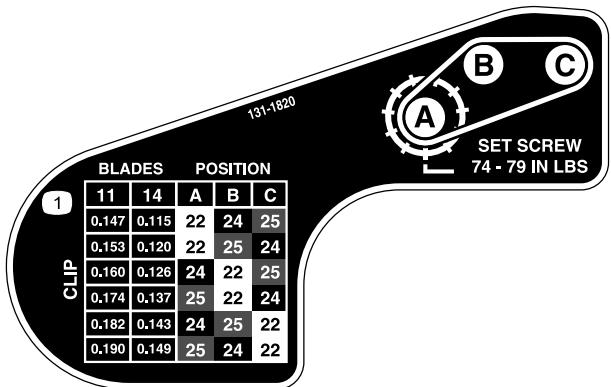

図 18
6. 図 18のデカルにある表を参考にして希望するクリップを決定し、そのクリップにセットするためにはどのプーリを移動させる必要があるかを調べる。
9. 各プーリを、それぞれの新しい位置に取り付ける図 18。